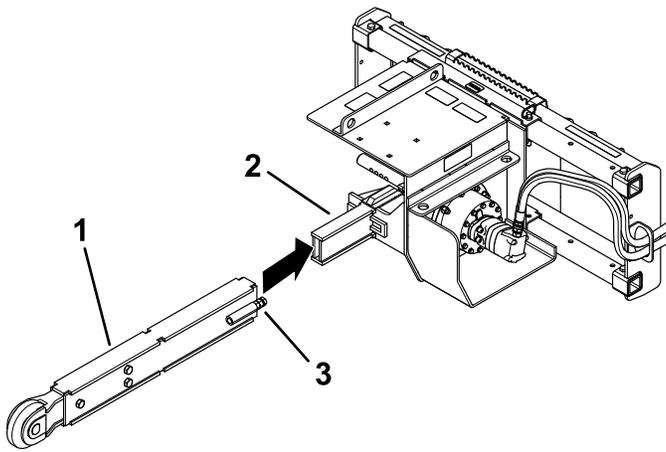

Figura 11
3. Afloje las contratuercas y colóquelas lo más cerca posible de las cabezas de los pernos tensores (Figura 11).
5. Retire la espada, dele la vuelta para que la parte inferior esté arriba (o si ya le ha dado la vuelta, cámbiela) y vuelva a instalar la espada (Figura 11).
5. Afloje las contratuercas y colóquelas lo más cerca posible de las cabezas de los pernos tensores (ver Figura 11).